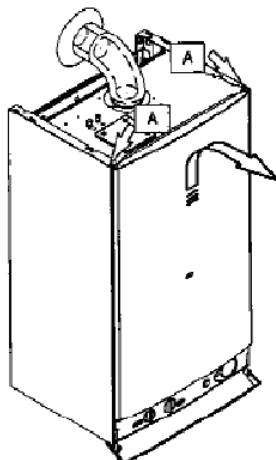

fig. 9.1
1. Tirar os parafusos "A". Remover o painel frontal deslocando-o para cima em modo a libertá-lo dos ganchos inferiores fig. 9.1